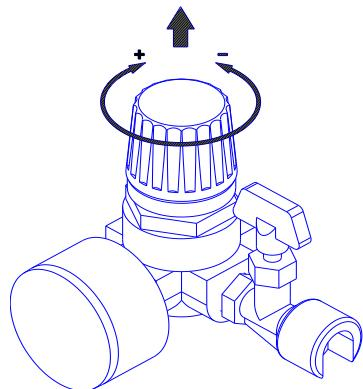

Рисунок 7
7.3.1 Настройка давления в подсоединеных пневматических инструментах регулятором давления осуществляется следующим образом (см. рисунок 7):